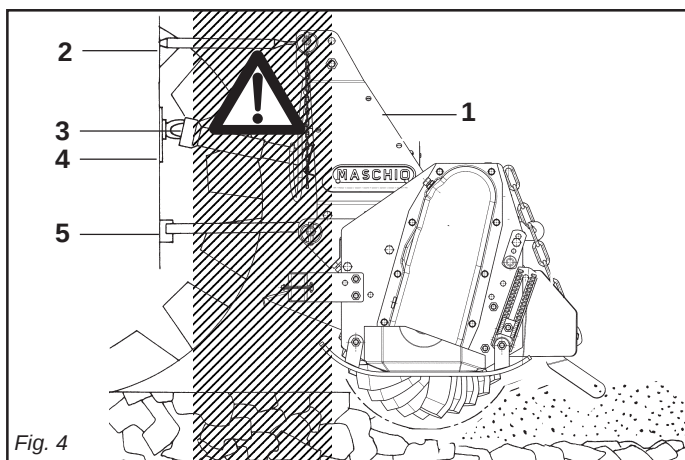

Fig. 4
- 29) È assolutamente vietato interporre fra il trattore e l'attacco della macchina per manovrare il comando dall'esterno per il sollevamento (Fig. 4).
- 29) It is absolutely forbidden to stand between the tractor and the implement when manoeuvring the lift control from the outside (Fig. 4).
- 29) Il est absolument interdit de se mettre entre le tracteur et l'attelage pour manoeuvrer la commande de relevage de l'extérieur (Fig. 4).
- 29) Es ist absolut verboten, zwischen den Schlepper und den Anschluß zu treten, um die Aushebung von außen zu betätigen (Abb. 4).
- 29) Está absolutamente prohibido colocarse entre el tractor y el enganche para maniobrar el mando desde el externo en la fase de elevación (Fig. 4).